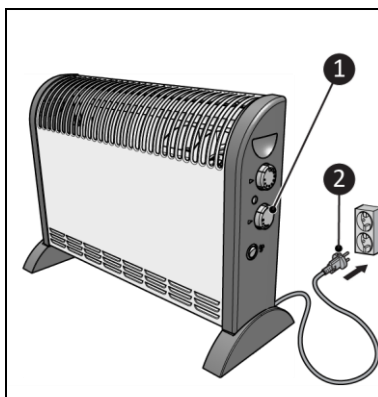

Figure 7
2. Assurez-vous que le bouton de réglage est en position OFF (figure 7, pos. 1).
3. Insérez la fiche d'alimentation (figure 7, pos. 2) dans une prise murale reliée à la terre et facilement accessible. Utilisez une prise murale d'une puissance minimale de 2000 watts.
3. Retirez la fiche d'alimentation de la prise de courant (figure 7).